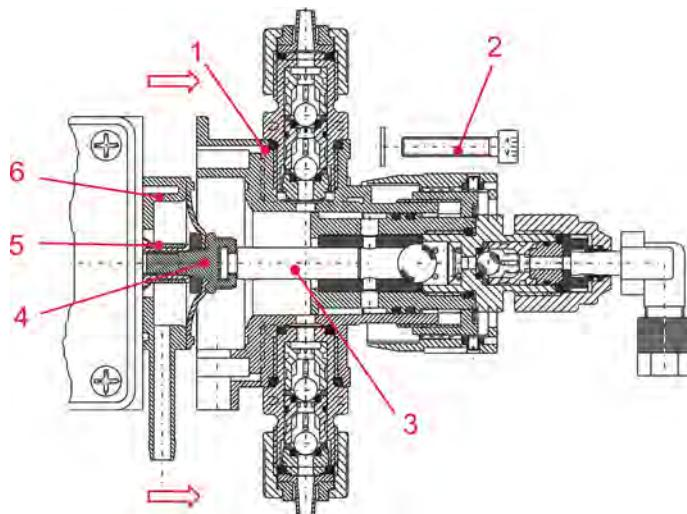

Fig. 90 : Remplacement de la membrane et de la tête de pompe
5. la bonne mise en place des vis de dosage (*Chapitre 11.2 « Remplacement de la membrane et de la tête de pompe » à la page 111, Fig. 90* (contrôler si elles sont bien serrées, couple de serrage 3 - 4 Nm).